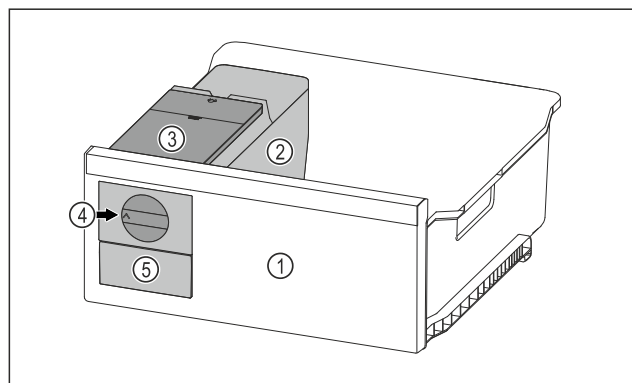

Fig. 128 例图
- ▶ 将旋钮 Fig. 128 (4) 顺时针转动到底。
- ▶ 冰块从方块冰盘落入冰块抽屉 Fig. 128 (5) 中。